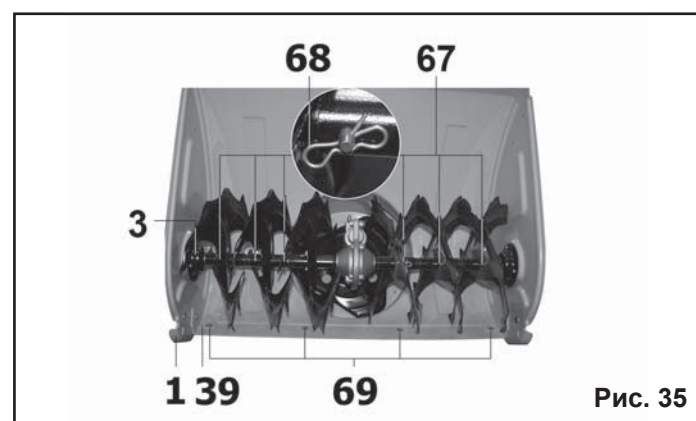

Рис. 35
9.11. Замена срезных штифтов (Рис.35).
9.12. Замена ножа и башмаков (Рис.35).